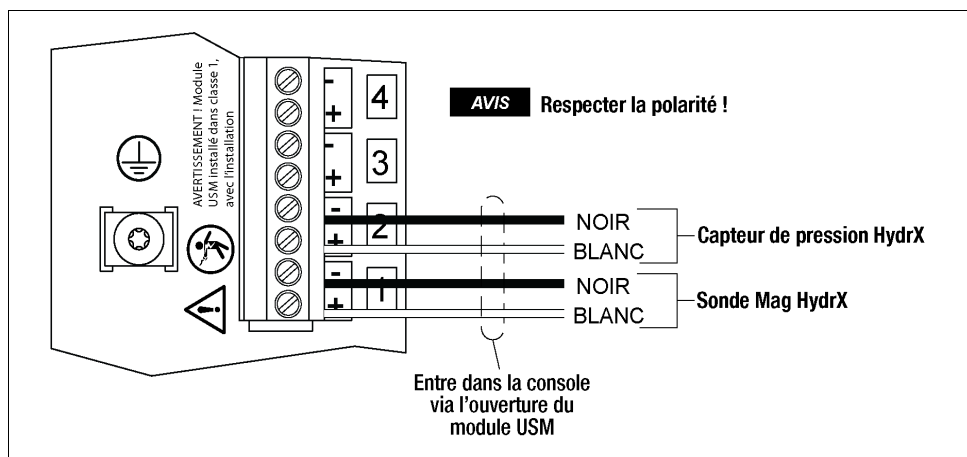

Figure 28. Connexion de sonde Mag/capteur de pression HydrX au USM Module
1. Vous trouverez les connexions des câbles du capteur de pression et de la sonde Mag du TLS-4xx HydrX sur la Figure 28 ci-dessous.